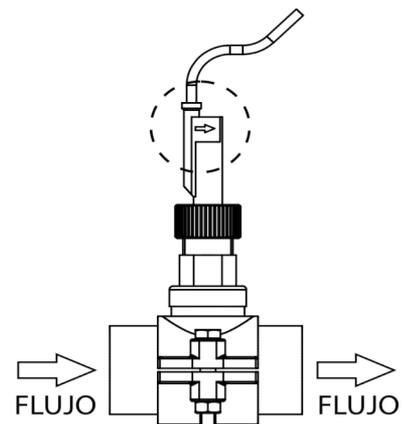

Fig. 9-3
3. Existe una flecha marcada en la cabeza del detector de flujo. Asegúrese que la flecha está paralela al eje de la tubería y apunta a la dirección del flujo de agua (Fig. 9-3).